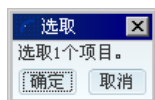
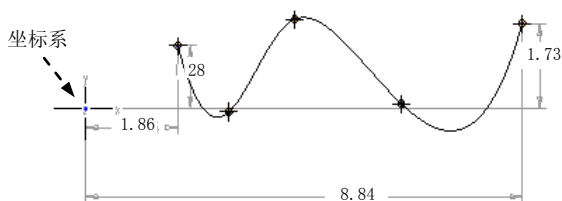
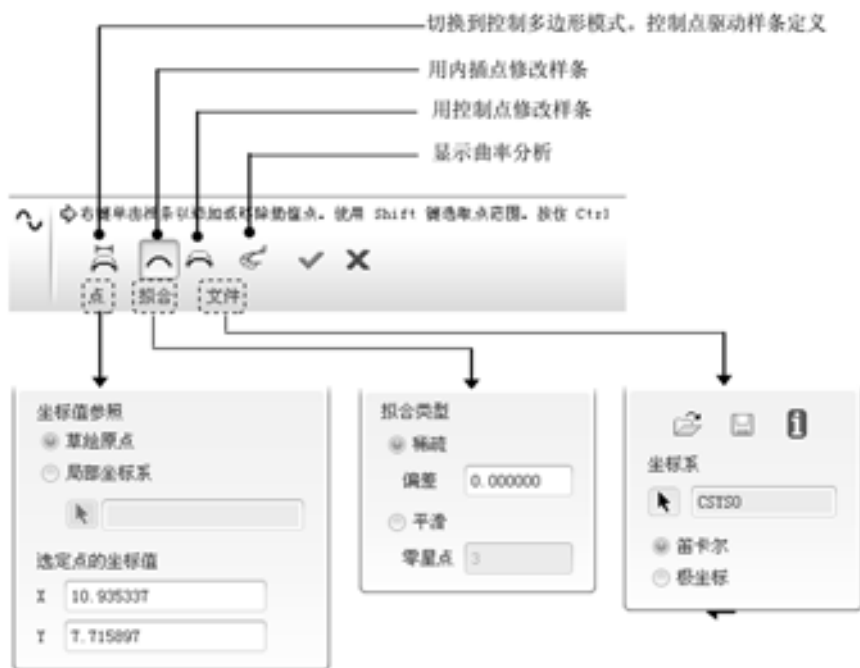
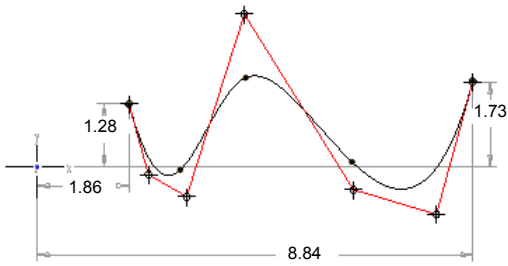

图 4.7.10 “选取”对话框
图 4.7.11 样条曲线
图 4.7.12 “样条修改”操控板
图 4.7.13 创建控制多边形
Step2. 系统弹出“选取”对话框 (图 4.7.10), 选取图 4.7.11 所示的样条曲线, 此时在屏幕下方出现图 4.7.12 所示的“样条修改”操控板。修改方法有以下几种。
- 在“样条修改”操控板中按下 **点** 按钮，然后单击样条曲线上的相应点，可以显示并修改该点的坐标值（相对坐标或绝对坐标），如图 4.7.12 所示。
- 在操控板中按下 **拟合** 按钮，可以对样条曲线的拟合情况进行设置，如图 4.7.12 所示。
- 在操控板中按下 **文件** 按钮，并选取相关联的坐标系（图 4.7.11 所示的坐标系），就可形成相对于此坐标系的该样条曲线上所有点的坐标数据文件。
- 在操控板中按下 **点** 按钮，可创建控制多边形，如图 4.7.13 所示。如果已经创建了控制多边形，单击此按钮则可删除创建的控制多边形。
- 在操控板中按下 **内插点** 或 **控制点**，用于显示内插点（图 4.7.11）或控制点（图 4.7.13）。